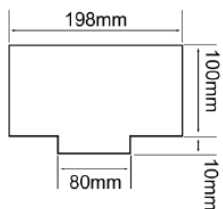

Figura 6 Diagrama esquemático del espacio reservado para las conexiones de los cables del panel trasero.
2. El espacio adecuado para los cables que se conectan al ZS-200M debe ser reservado en la parte trasera de la unidad. Si el grosor de la superficie es mayor de 10mm, el espacio reservado para los cables debe ser de unos 80mm de largo y 10mm de ancho, como se muestra en la Figura 6.